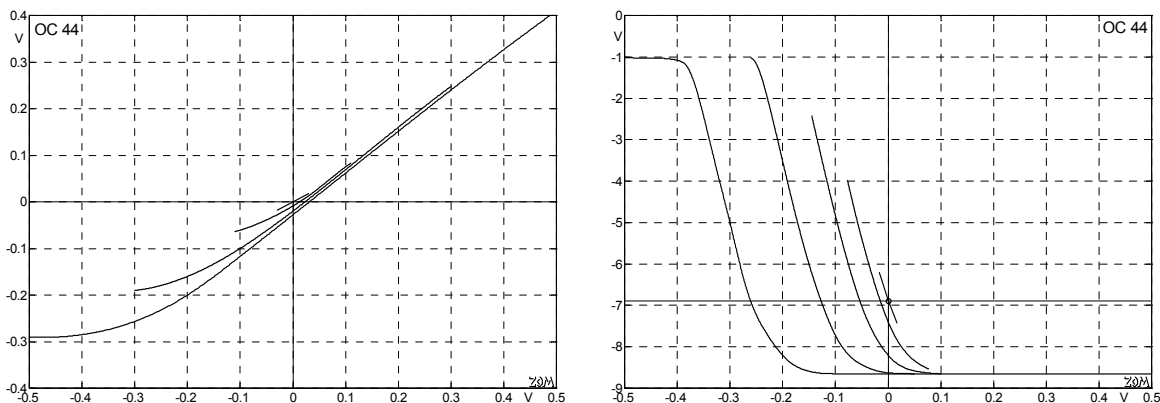

Abb. 10.8.31: Range-Master: Übertragungskennlinien; $U_0 \Rightarrow U_1$ (links), $U_1 \Rightarrow U_2$ (rechts).
In **Abb. 10.8.31** ist im rechten Bild das Übertragungsverhalten vom Eingang (U_1) bis zum Ausgang (U_2) dargestellt, der Arbeitspunkt (AP) ist als Achsenkreuz eingezeichnet. Bei kleiner Aussteuerung ist der Zusammenhang zwischen Eingangs- und Ausgangsspannung in etwa linear (kurzes, gerades Kennlinienstück), mit steigender Amplitude werden die Kennlinien länger, krümmen sich, und verschieben sich nach links zu negativeren Eingangsspannungen. Ursache der Verschiebung ist, wie schon erwähnt, die Umladung der Kondensatoren. Würde sich die Kennlinie nicht verschieben, so käme schon bei $U_1 = -0.2$ V zu einer beidseitigen Begrenzung, mit Verschiebung erst bei $U_1 = -0.4$ V. Anders ausgedrückt: Das Verschieben des Arbeitspunktes bewirkt, dass die Kennlinie unsymmetrischer wird, wodurch (bei Sinusaussteuerung) die geradzahigen Verzerrungen betont werden. Eine weitere Wirkung: Da der Arbeitspunkt signalabhängig driftet, ändern sich die Übertragungsparameter stärker als bei einer stationären Kennlinie – der Gitarrenton klingt lebendiger. All das ist aber, um es nochmals zu betonen, nicht alleinige Eigenheit des OC44, das macht jeder geeignete Transistor. Doch wisse: Viele sind geeignet, wenige aber auserwählt...
Im linken Bild der **Abb. 10.8.31** ist der Zusammenhang zwischen U_0 und U_1 dargestellt. Hierbei wurde eine Spannungsquelle über $6.8\text{ k}\Omega$ an den Eingang des Range-Masters angeschlossen, dessen nichtlineare **Eingangsimpedanz** Ursache der Kennlinienkrümmung ist. Für einen (passiven) Magnet-Tonabnehmer stellt der Range-Master eine sehr spezielle Last dar: Nichtlinear, und relativ niederohmig, sodass sich die Tonabnehmerresonanz nicht ausbilden kann. **Abb. 10.8.32** zeigt die Auswirkung unter der Annahme linearer Filterung: Die niederohmige Belastung reduziert die Höhen ab ca. 1 kHz , der Längskondensator schwächt die Tiefen, sodass von der Tonabnehmer-Quellenspannung (hier: Strat) zum Range-Master-Eingang eine **Bandpasscharakteristik** mit 1.5 kHz Mittenfrequenz entsteht.